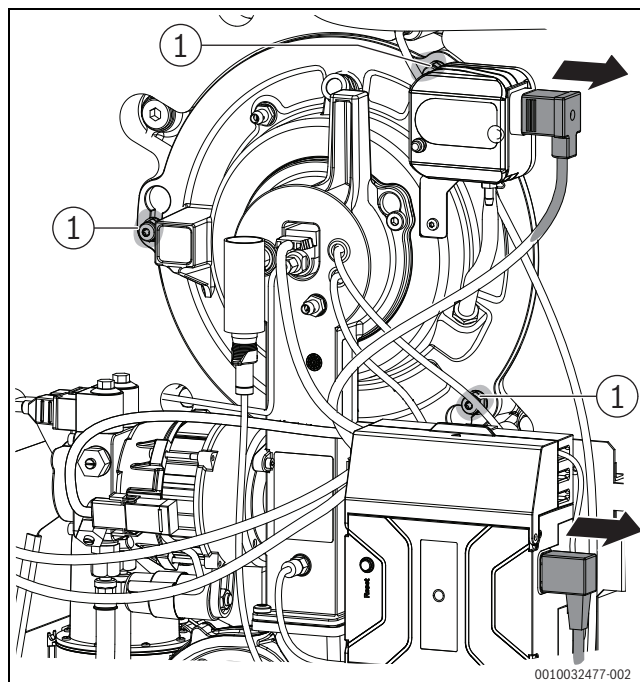

Bild 68 Muttern am Brenner
- ▶ 3 Muttern an der Bajonettbefestigung (→Bild 68) am Brennerflansch lösen.